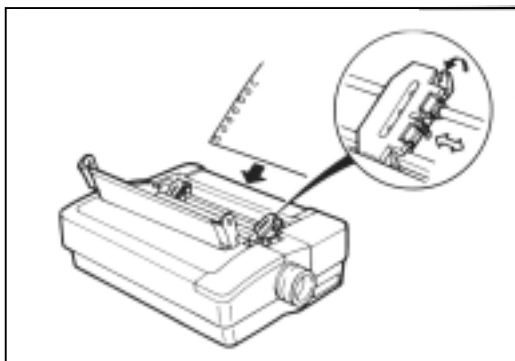

图 3-7 调节拖纸器
3. 打开拖纸器上的锁扣，调整拖纸器的位置，使其接近打印纸的宽度，见图 3-7。